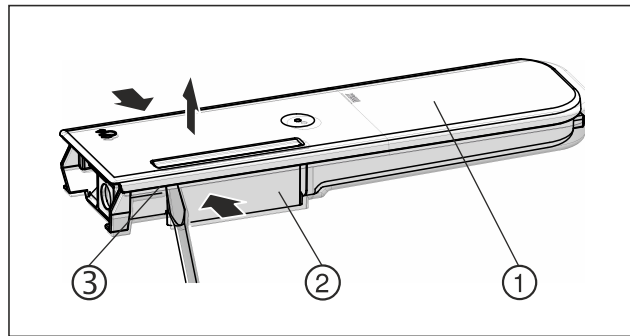

Fig. 135
- Comprimere il serbatoio dell'acqua Fig. 135 (2) e fare leva con attenzione sul coperchio Fig. 135 (1) sollevandolo dai naselli di arresto Fig. 135 (3).
- Spostare leggermente avanti e indietro il coperchio Fig. 135 (1) e rimuoverlo verso l'alto.